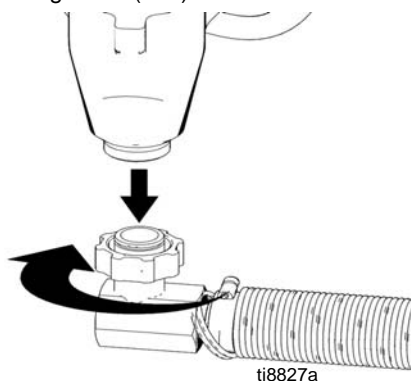

FIG. 13
3. (Fig. 13) Ta av sugerøret (114).